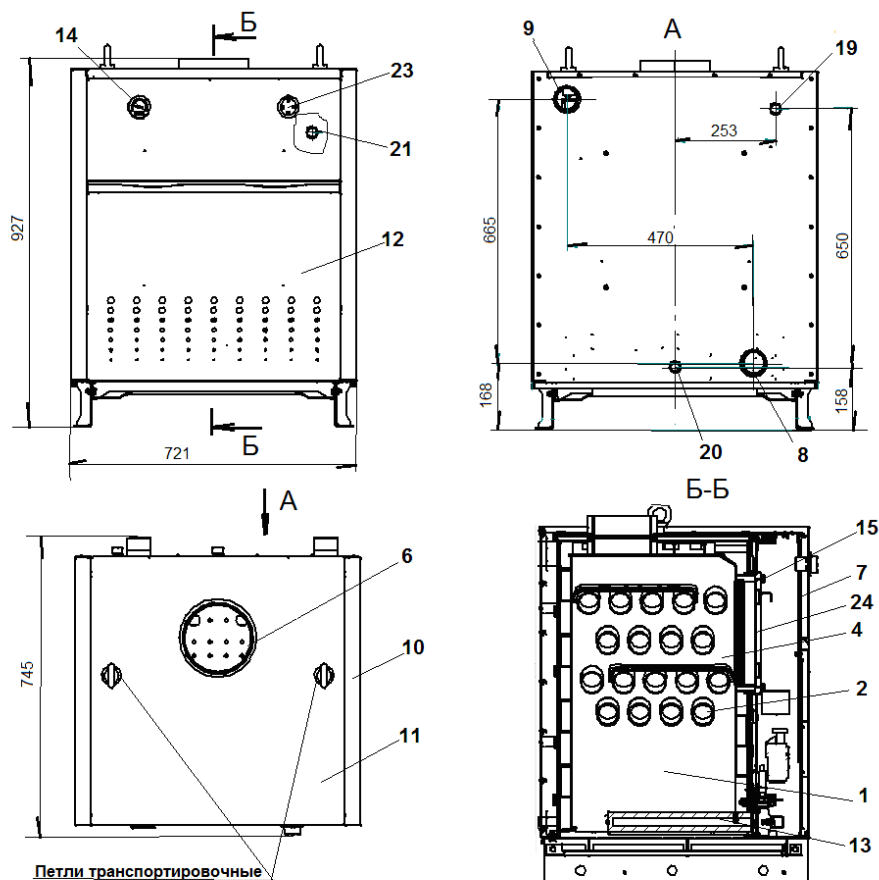

Рис.1 Котёл КС-Г-60S-1
5.2.2 Котлы (рис.1) состоят из прямоугольной топки **1** с трубами **2**, в которых циркулирует теплоноситель. В нижней части прямоугольной топки **1** расположено газогорелочное устройство с автоматикой безопасности SIT. Температуру и давление теплоносителя в котле показывает термоманометр
Остальное см. рис.1
Датчик тяги 15 (на дымоходе котла рис. 1 и 2) и термopара 4 предназначены для прекращения подачи газа к основной и к пилотной (запальной) горелке 2 при отсутствии тяги в дымоходе.
4 – клапан запуска (включения) 23 (рис.1) – термостат с термобаллоном (на верхней панели котла)
Выставить ручку термостата поз.23 (рис.1) на необходимую температуру теплоносителя.